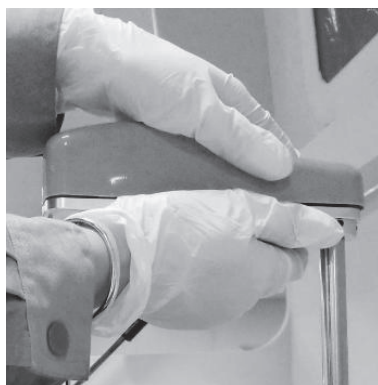

Figura 13-19 Remoção da tampa da agulha
2. Segurando suavemente a tampa da agulha com uma mão, mova a tampa para o lado e, em seguida, solte do outro lado, pode derrubar a tampa da sonda após o levantamento, como mostrado na Figura 13-19.